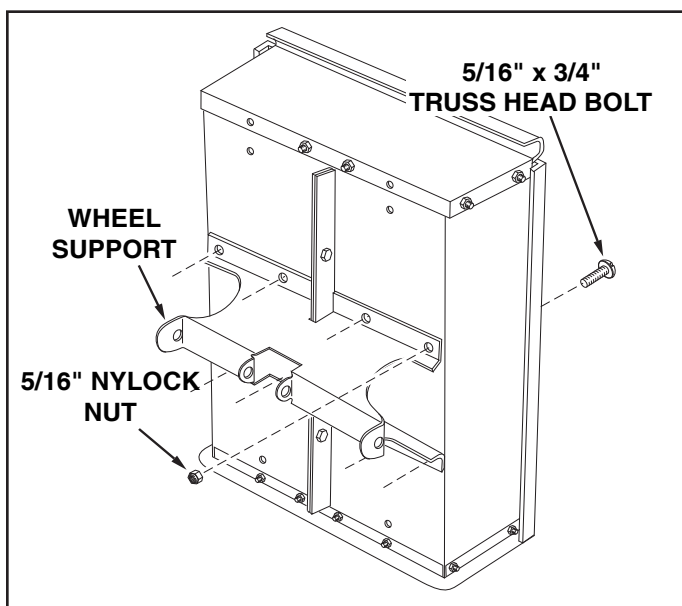

FIGURE 6
10. Assemble the wheel support to the cart using eight $5/16" \times 3/4"$ truss head bolts and $5/16"$ nylock nuts as shown in figure 6. Heads of bolts go on the inside of the cart. **Tighten**.
10. Assemblez le support de roue à la remorque en utilisant 8 boulons à tête bombée 5/16" x 3/4" et des contre-écrous hex. de 5/16" comme montré dans la figure 6. Les têtes de boulons vont à l'intérieur de la remorque. Serrez.